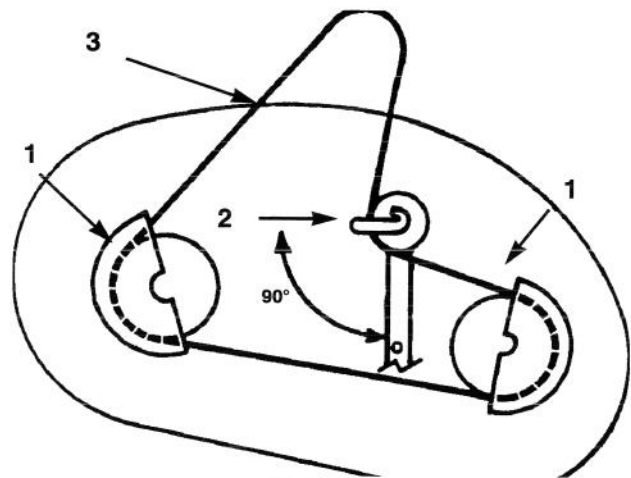

Figure 48
2. Déposer les vis de montage des carter de poulies et déposer les carter des deux poulies de lame (Fig. 48).
3. Desserrer, sans les déposer, le boulon et l'écrou retenant la poulie de renvoi et le guide de la courroie (Fig. 48).
2. Orienter le guide de courroie de la poulie de renvoi vers la gauche, à 90° par rapport au bras de renvoi (Fig. 48). Serrer le boulon de montage le contre-écrou retenant la poulie de renvoi et le guide de courroie.
3. Poser les carter droit et gauche des poulies à l'aide des vis de montage (Fig. 48).